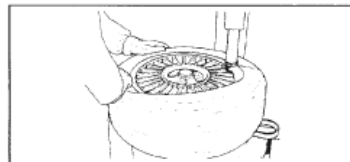

Рис. 25
- G.** Включите вращение поворотного стола по часовой стрелке и одновременно нажимайте на борт шины вниз с противоположной головке стороны, чтобы сместить его в глубокую часть диска (рис. 25).